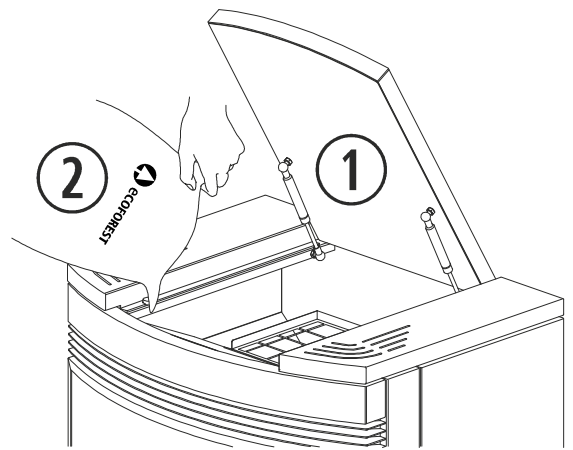
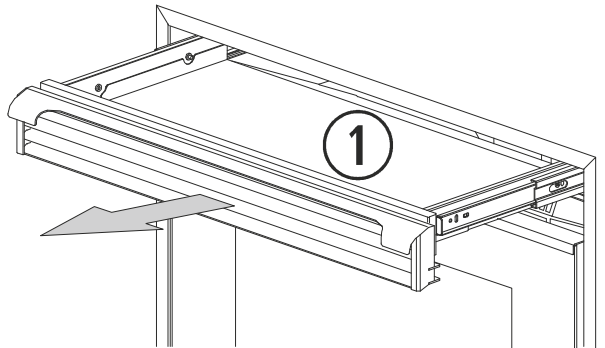

Figura 2
Figura 3
2.13. Para realizar la carga de combustible en la estufa, debemos abrir la tapa de la tolva y vaciar el saco de combustible con cuidado para evitar que rebose el combustible. Ver figura 2 (ECO III). La carga de combustible en los modelos Córdoba (figura 3) y Córdoba Glass, se realiza extrayendo la bandeja de carga, gracias a los tiradores que tiene el embellecedor de aire de convección. Realizar carga siempre en frío.
①	Tapa de la tolva.
②	Combustible.